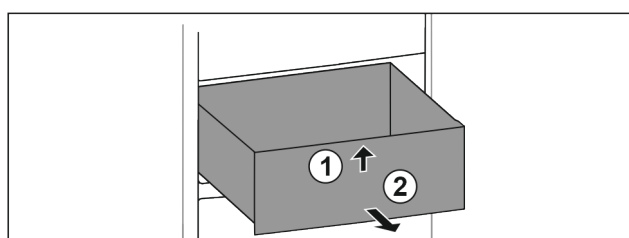

Fig. 61
- ▶ Soulever la partie avant du tiroir. Fig. 61 (1).
- ▶ Retirer le tiroir par l'avant. Fig. 61 (2)